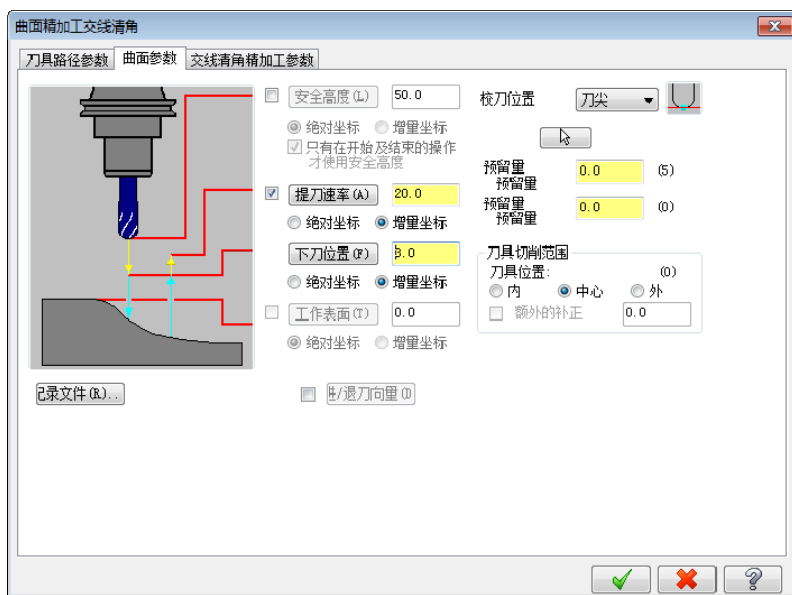

图 10-133 设置曲面参数
- 05 设置曲面加工参数。单击“曲面参数”选项卡，设置提刀速率为 20，进给下刀位置为 3，如图 10-133 所示。